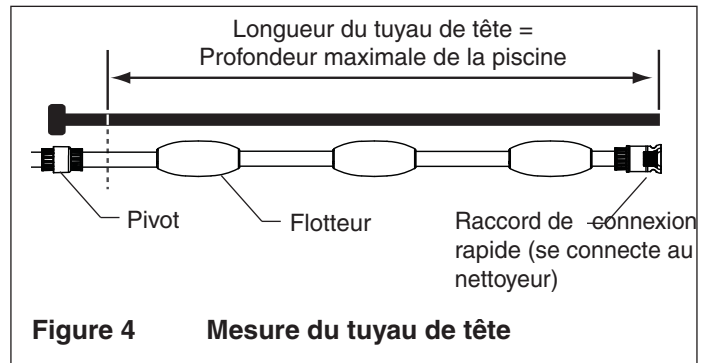

Figure 4 Mesure du tuyau de tête
2. Si la profondeur de la piscine est inférieure à 10 pieds [3 mètres], débranchez le tuyau souple depuis le vâlvula de respaldo. Coupez le tuyau pour que sa longueur soit égale à la profondeur maximale de la piscine. Voir la Figure 4.